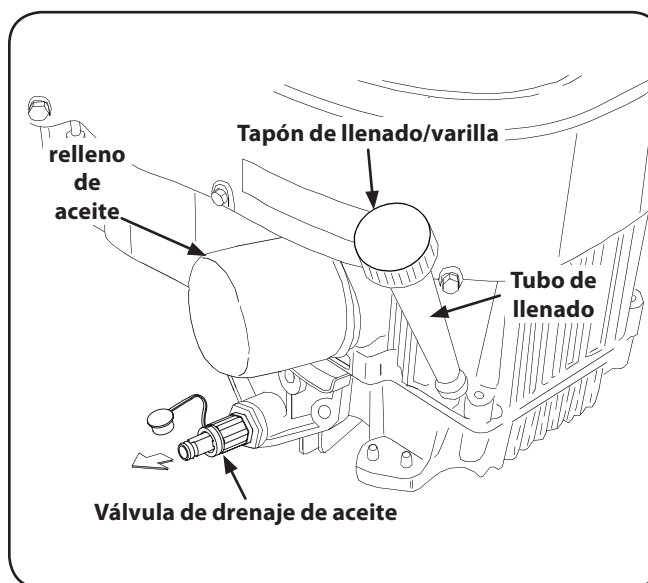

Figura 6-1
3. Si su motor tiene la configuración de la válvula de drenaje de aceite se muestra si la Figura 6-1 , consulte la sección de la válvula de drenaje de aceite en la página 21.
- Abra el tapón protector en el extremo de la válvula de drenaje del aceite para exponer el orificio de drenaje. Consulte la Figura 6-1. Retire el tapón de llenado / varilla de medición del tubo de llenado de aceite.